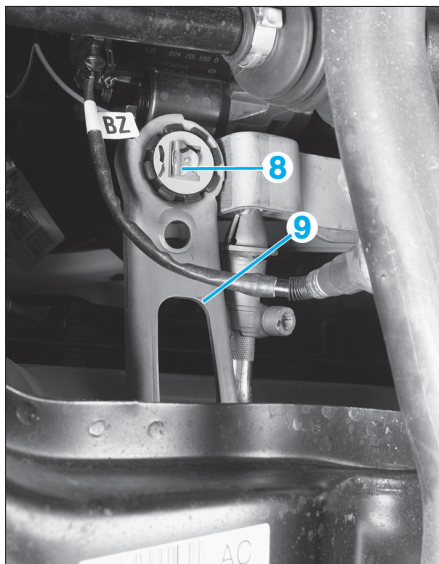

Fig. 12
- De chaque côté, déposer l'écrou (5) de la rotule de direction et l'extraire du pivot à l'aide d'un extracteur approprié.
- De chaque côté, désaccoupler la biellette (6) de l'élément de suspension (7).
- **Avec boîte de vitesses à 5 vitesses**, enlever l'agrafe (8) et extraire la tringlerie de changement de vitesses du support du renvoi de changement de vitesses (9) (Fig.12).